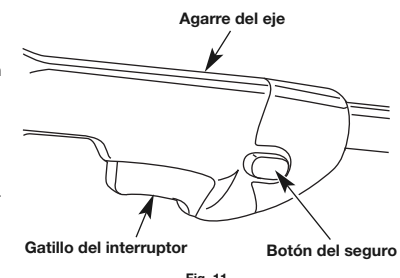

Fig. 11
2. Oprima el botón del seguro y manténgalo oprimido (Fig. 11). Esto hace que funcione el gatillo del interruptor.
3. Sin soltar el botón del seguro, oprima y sostenga el gatillo del interruptor (Fig. 11).